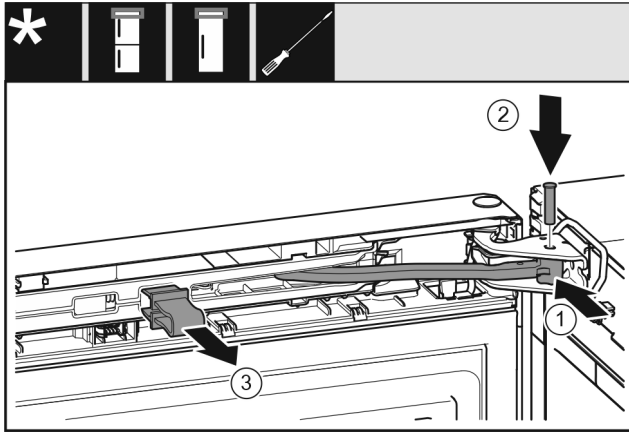

Fig. 50
- ▶ Käännä nivel laakeripukkiin. Fig. 50 (1)
- ▶ Aseta pulkki laakeripukkiin ja niveleen. Varmista tällöin, että lukitusnokka on urassa oikein. Fig. 50 (2)
- ▶ Poista varmistin. Fig. 50 (3)